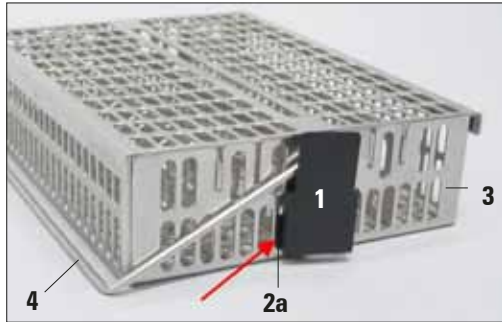

Fig. 9
- Introducir la eclisa izquierda (2a) del clip antirreflejos (1) en el séptimo agujero (de la izquierda) de la abertura oval inferior (Fig. 9).